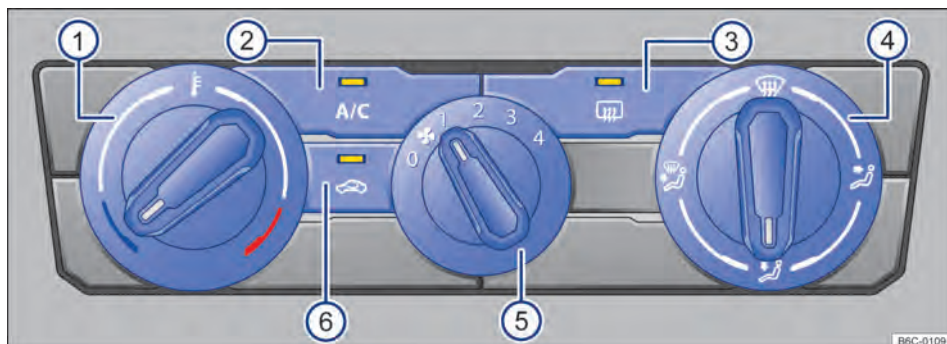

Fig. 81 Comandos do ar-condicionado.
- *Ar-condicionado*: girar o regulador do ventilador para o nível 0 → Fig. 81 (5).
- *Ar-condicionado*: pressionar o botão  → Fig. 81 (2) para ligar e desligar o funcionamento da refrigeração.
- *Ar-condicionado*: girar o regulador rotativo esquerdo → Fig. 81 (1).
- *Ar-condicionado*: girar o regulador do ventilador → Fig. 81 ⑤.
- *Ar-condicionado*: pressionar o botão  → Fig. 81 ⑥.
- *Ar-condicionado*: girar o regulador da direita → Fig. 81 ④ para posição desejada.
- *Ar-condicionado*: girar o regulador direito para a posição  → Fig. 81 ④.
- *Ar-condicionado*: pressionar o botão  → Fig. 81 ③.